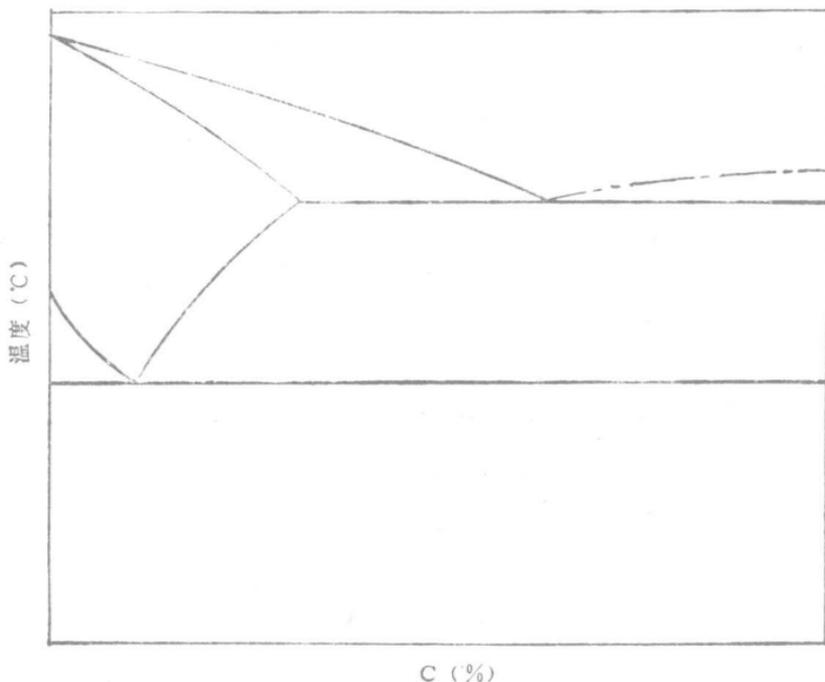

图 4-1
4. 在 $\text{Fe}-\text{Fe}_3\text{C}$ 状态图 (图4-1) 上标上各点的符号, 填上各区域内状态或组织。